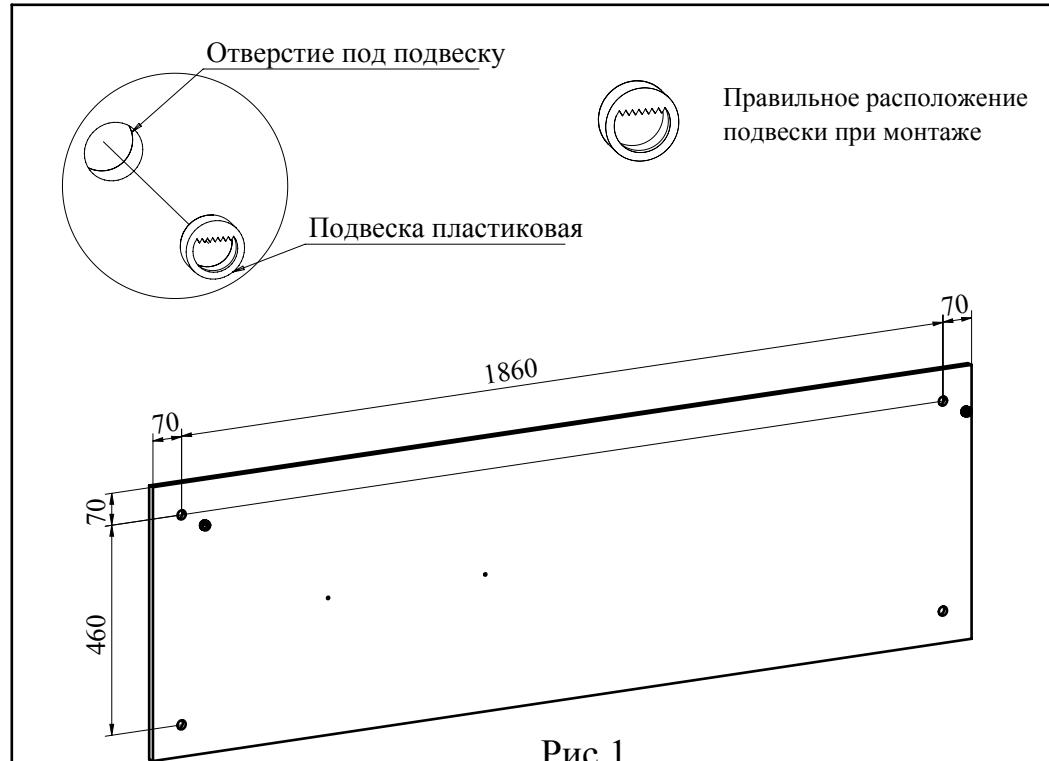

Рис.1
1. Установите подвески пластиковые (Рис. 1).
**Важно:** установите подвеску пластиковую таким образом, чтобы площадка с зубчатой опорой была строго вверху (Рис. 1). Такое расположение подвески обеспечит легкое выполнение монтажа изделия на стене и его регулировки.
2. С помощью карандаша и рулетки разметьте стену (Рис. 1). Просверлите два отверстия под дюбель п/п 10x50. Вбейте два дюбеля п/п 10x50 и вкрутите крючки для навесов.